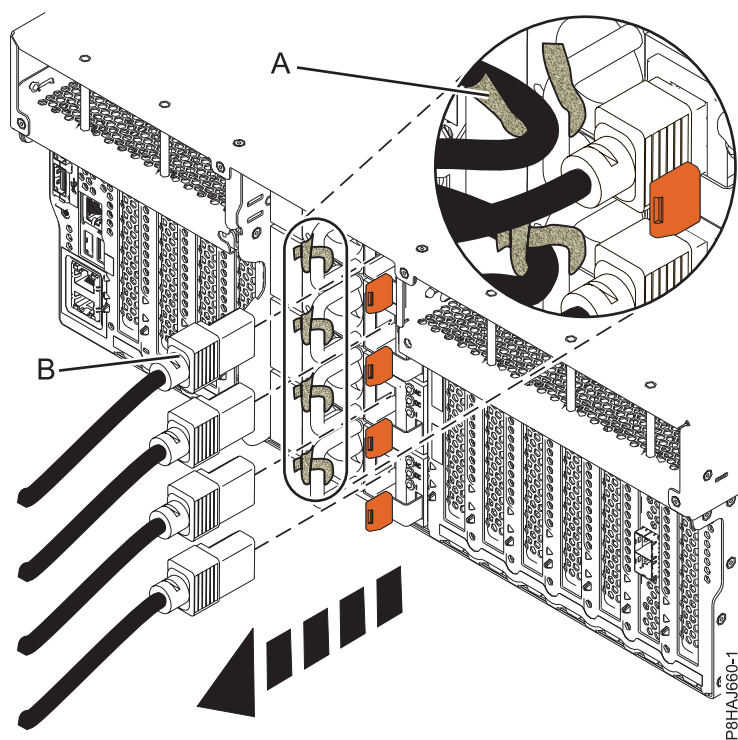
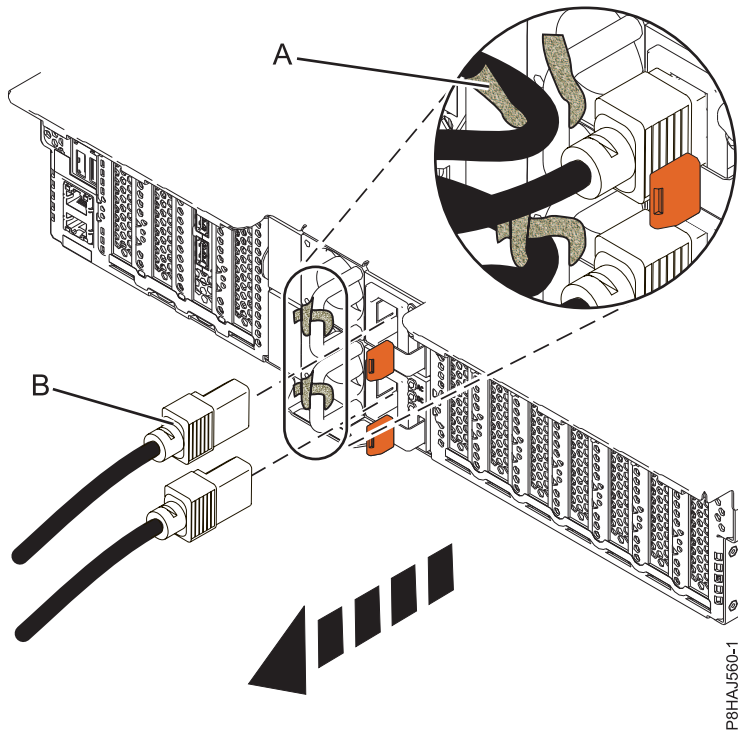
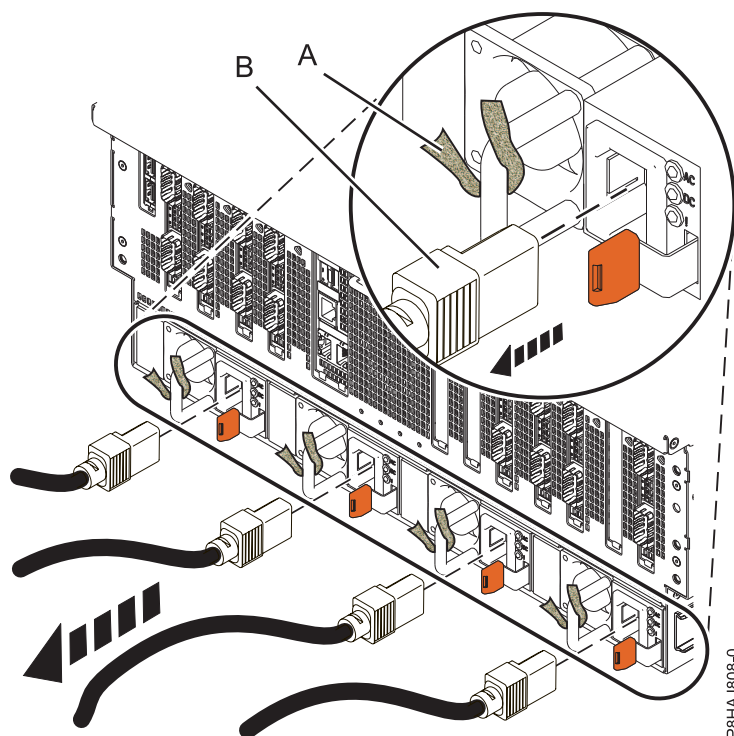

Figura 29. Extracció dels cables d'alimentació d'un sistema 8247-42L, 8286-41A o 8286-42A
Figura 30. Extracció dels cables d'alimentació d'un sistema 5148-21L, 5148-22L, 8247-21L, 8247-22L, 8284-21A, o 8284-22A
Figura 31. Extracció dels cables d'alimentació d'un sistema 8408-44E o 8408-E8E
3. Desconnecteu els cables d'alimentació **(B)** de la unitat del sistema. Consulteu Figura 29 a la pàgina 56, Figura 30 a la pàgina 56 o Figura 31 a la pàgina 57 depenent del tipus de sistema que tingueu.